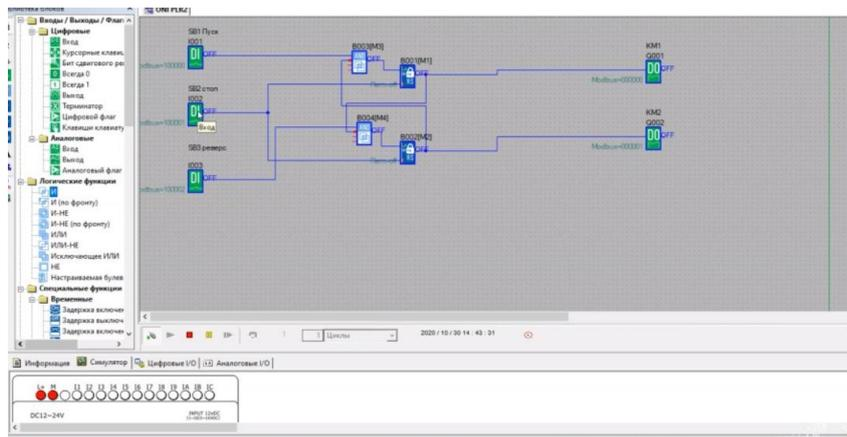

Рисунок 11 – Имитация работы кнопки «Реверс»
4. Повторяем аналогичную процедуру с элементом, отвечающим за кнопку «Реверс». Если все работает исправно, значит, схема построена верно (рис. 11).